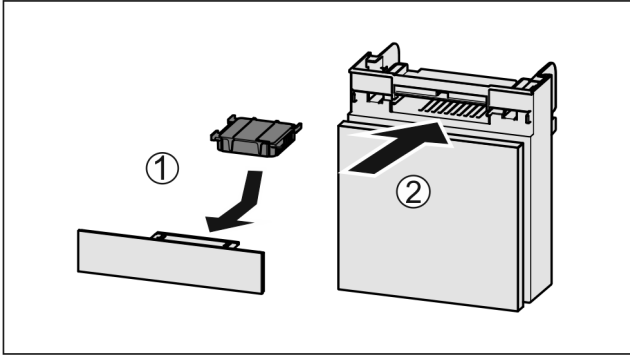

Fig. 67
- ▶ Установите фильтр с активированным углем, как показано на рисунке Fig. 67 (1).
- ▶ Вставьте отделение Fig. 67 (2).